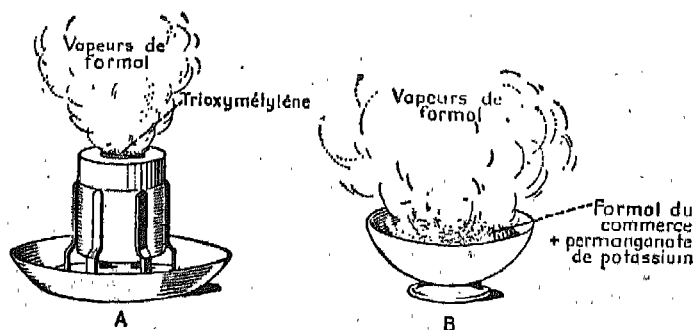

Fig. 8. — Désinfection par le formol.
2° Sans employer de réchaud, on peut opérer à froid (désinfection d'une penderie par exemple). Placer le formol du commerce, à la dose de 100 grammes dans un récipient assez grand. Y verser des cristaux de permanganate de potassium (1 partie de permanganate pour 2 de formol). Le mélange se fait immédiatement la vapeur d'aldéhyde formique (fig. 8, B). Il faut opérer assez rapidement pour éviter le contact irritant — mais non dangereux — des vapeurs.
1. On trouve dans le commerce des appareils spéciaux (fumigateurs, aldors formogènes, etc...), renfermant du trioxyméthylène entouré d'une pâte combustible qui brûle sans flamme (fig. 8, A). La chaleur de combustion transforme le trioxyméthylène en formol, qui se dégage.